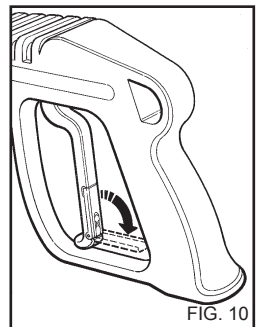

FIG. 10
- Når rengjørings-maskinen ikke er i bruk må sikkerhetsanordningen på håndtaket lukkes. (fig. 10)